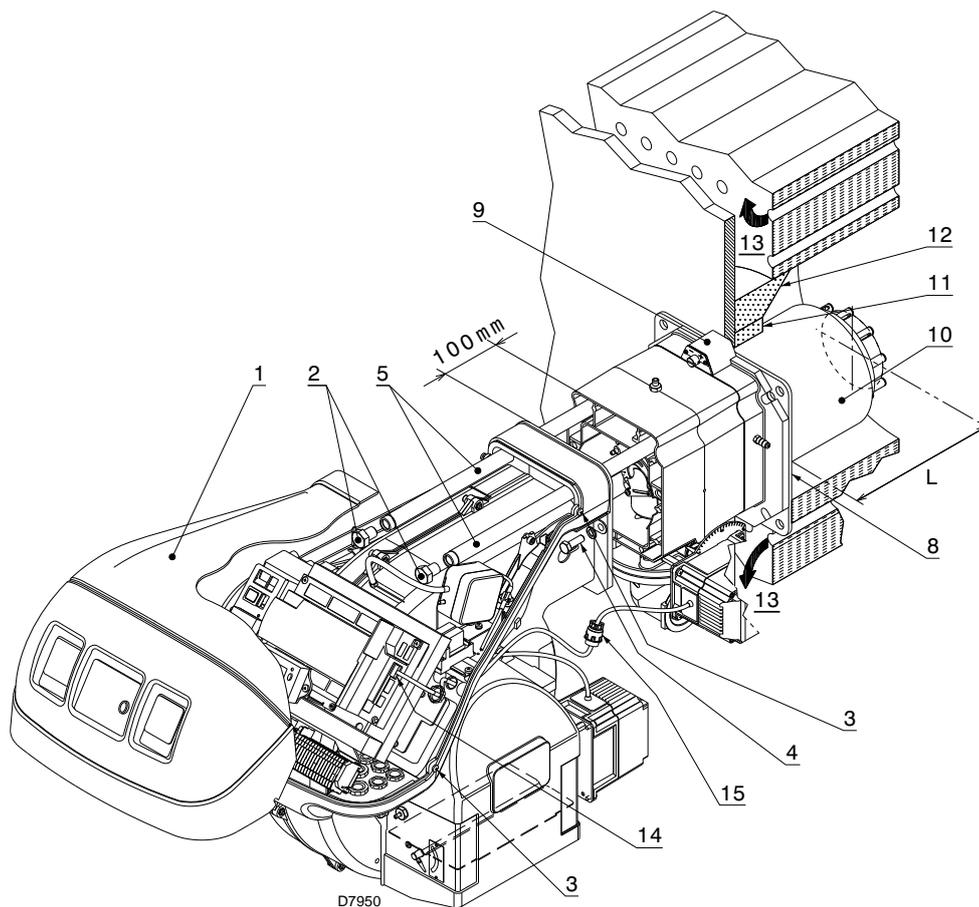

Fig. 17
Pour les chaudières avec circulation des fumées sur l'avant 13)(Fig. 17), ou avec chambre à inversion de flamme, réaliser une protection en matériau réfractaire 11), entre réfractaire chaudière 12) et buse 10).
Pour les chaudières dont la partie frontale est refroidie par eau, le revêtement réfractaire 11)-12)(Fig. 17), n'est pas nécessaire, sauf indication expresse du constructeur de la chaudière.
Séparer ensuite la tête de combustion du reste du brûleur, comme dans la Fig. 17; procéder comme suit:
- remonter le brûleur sur les glissières 3) à 100 mm environ du manchon 4) - brûleur dans la position illustrée dans la Fig. 17;
- brancher la fiche du servomoteur 14)(Fig. 17) et visser le passe-câble 15);